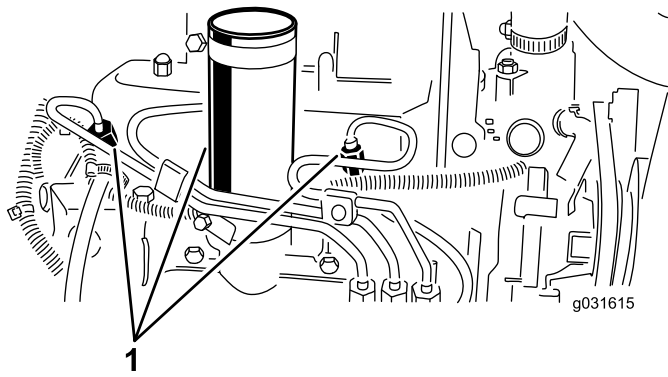

Figura 52
1. Afloje la conexión entre el tubo y el conjunto de boquilla y soporte N° 1 (Figura 52).